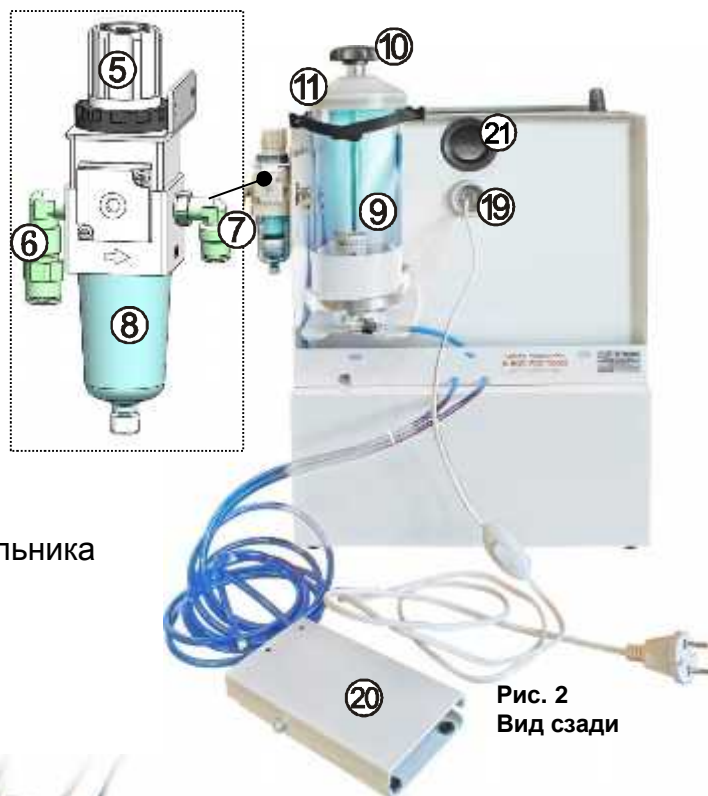

Рис. 2
5.10 Подключить трубку (18) одним концом к штуцеру (6, рис.2), другим - к внешнему источнику воздуха (быстроразъемный штуцер), (см. Меры безопасности, Приложение «Эксплуатация быстроразъемного соединения»).